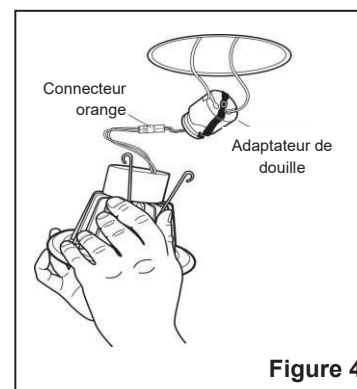

Figure 4
2. Vissez solidement l'adaptateur de douille dans la douille à l'intérieur du boîtier. Branchez le connecteur orange de l'adaptateur de douille dans le connecteur orange compatible du module DEL. (Figure 4)